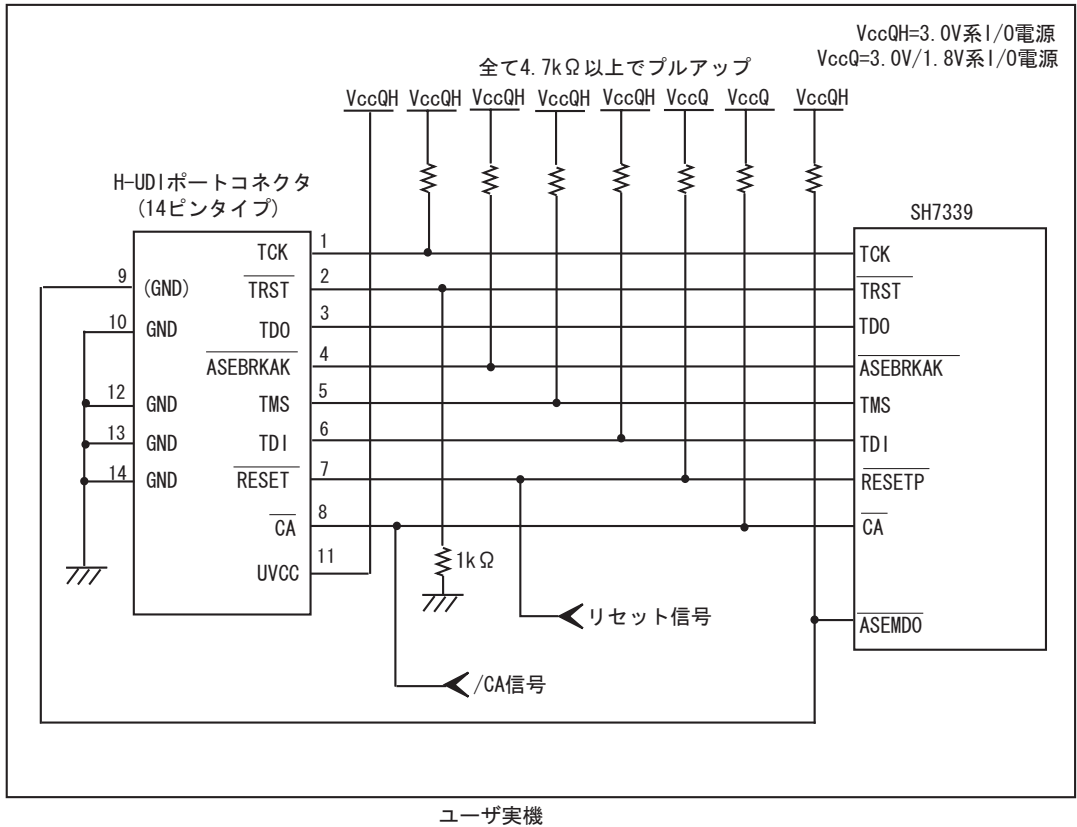

図 1.4 E10A-USB 使用時の H-UDI ポートコネクタ - チップ間の推奨接続例
- 図 1.4 推奨接続例で回路を組んだ場合の E10A-USB エミュレータのスイッチ設定: SW2=1, SW3=1